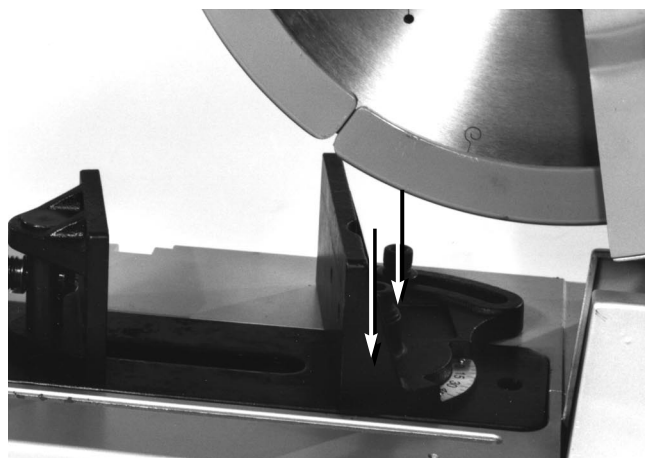

Figura 6
- b.) Para 45°, afloje los dos pernos de la guía o guarda hasta el ángulo deseado y apriételes nuevamente. Luego, coloque la pieza de trabajo y apriete la prensa de tornillo firmemente. (Figura 6)